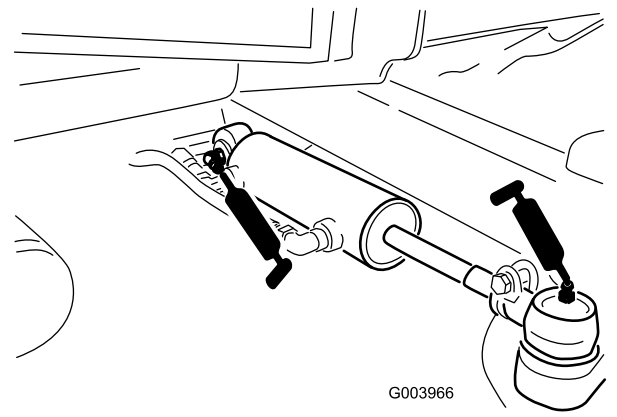

図 106
- ステアリングシリンダのボールジョイント 2ヶ所 図 106